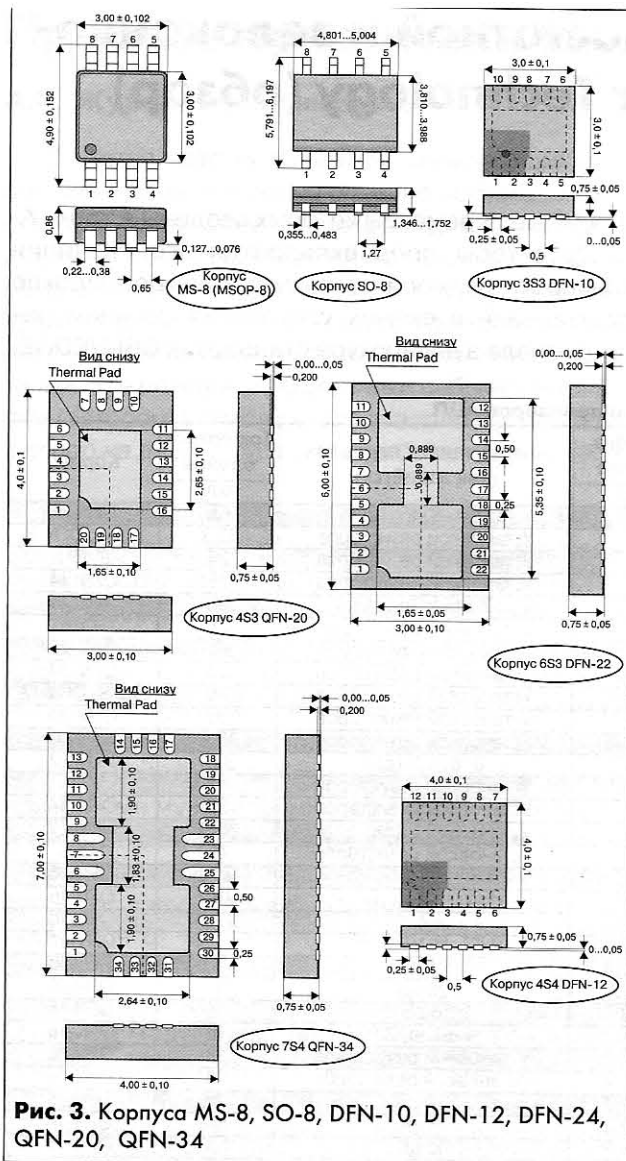
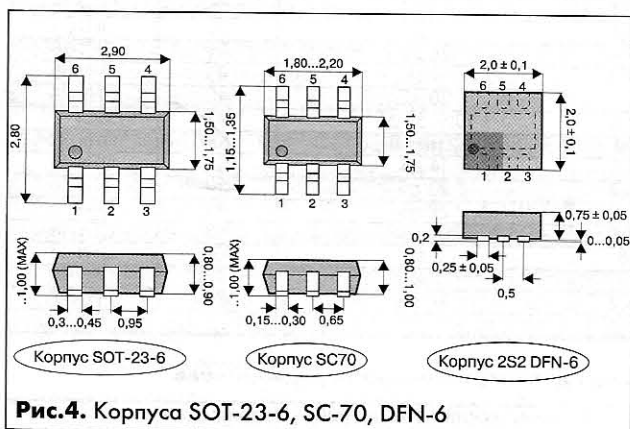
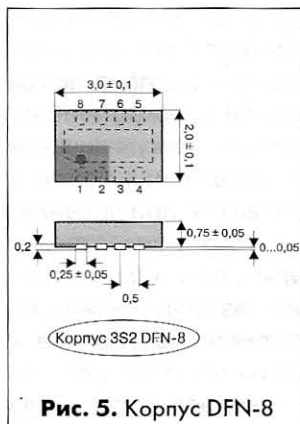

Рис. 3. Корпуса MS-8, SO-8, DFN-10, DFN-12, DFN-24, QFN-20, QFN-34
Рис. 4. Корпуса SOT-23-6, SC-70, DFN-6
Рис. 5. Корпус DFN-8
Микросхемы LT5537, LT5538 и LT5581 собраны в корпусе DFN-8 размером 3x2 мм (см. рис.5). Чертежи корпусов, в которых выпускаются остальные микросхемы этого семейства, можно найти на рис.3 и рис.4.
5. Отрезанное второе полукольцо устанавливается посредине нижней горизонтальной части элемента, охватывая половину диаметра (рис.4).
7. Вибратор выгибается также из цельного куса провода, в середине нижней части оба конца спиливаются на половину диаметра и паяются в пропиленном углублении нижнего хомута (рис.3), а верхняя часть крепится также.